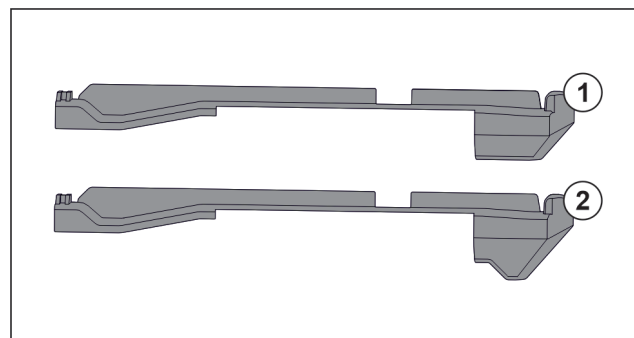

Fig. 123 Usporedba natičnih dijelova
U uređaju se nalaze dva različita natična dijela. Natični dio iznad najdonje ladice Fig. 123 (2) ima trokutasti rub. Svi drugi natični dijelovi Fig. 123 (1) imaju ravan rub.
- Postavite natični dio Fig. 123 (2) s trokutastim rubom iznad najdonje ladice.
- Postavite natični dio Fig. 123 (1) s ravnim rubom na svim drugim stranama.